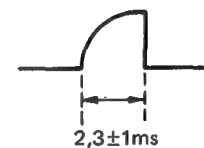

Abb. 8-15
3. TP1 auf dem Oszilloskop (Selbsttriggerung) beobachten, R751 so einstellen, daß die in Abb. 8-15 gegebene Anforderung erfüllt ist.